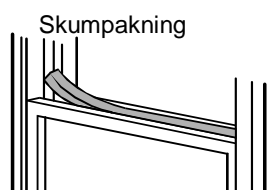

Fig.11
5. Skær skumpakningen til en passende længde, og forsegl mellemrummet mellem toppen af den øverste vinduesramme og den ydre vinduesramme. Vist som i Fig.11.